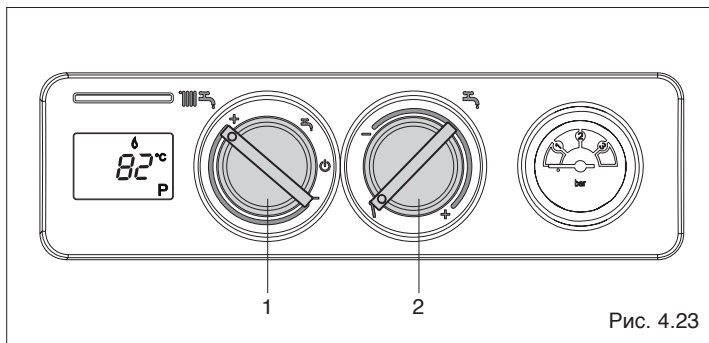

Рис. 4.23
- переведите переключатель режимов работы (2, Рис. 4.23) на символ
- переведите регулятор температуры воды в системе отопления (1, Рис. 4.23) на максимум (конец шкалы +)
- установите переключатели (1 и 2, Рис. 4.23) обратно в те положения, которые соответствуют уставкам температуры в контурах отопления и ГВС.